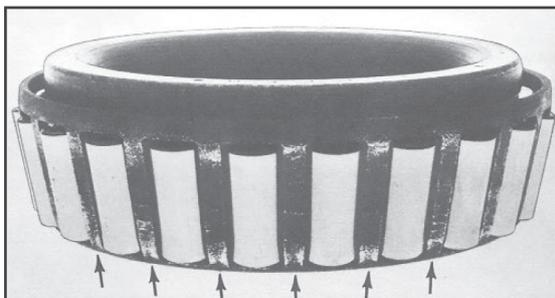

Figura 42
- B. Sinais de atrito na gaiola dos roletes cônicos (Figura 42);